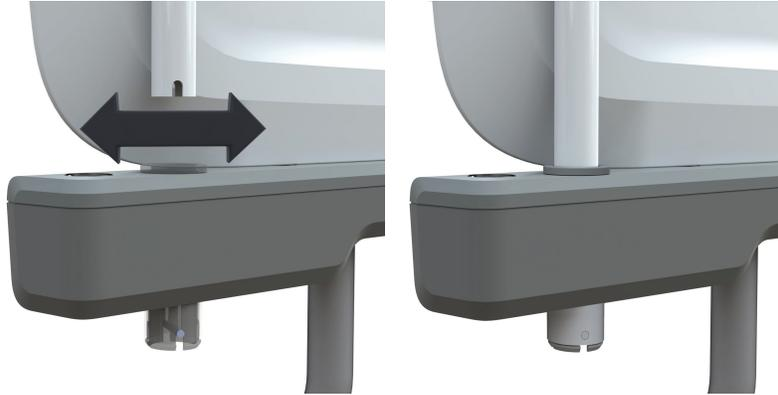

Abbildung 34 – Bettgalgen anbringen oder abnehmen
1. Den Bettgalgen mittig ausrichten und in eine der beiden Zubehörhülsen einführen (Abbildung 34).